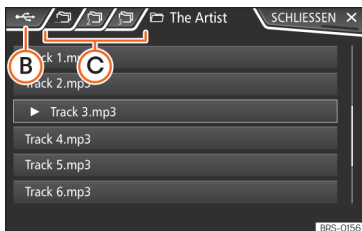

Abb. 208 Medien-Modus: Titelliste einer Medienquelle.
- Im Hauptmenü *MEDIEN* die Funktionsfläche **AUSWAHL** » **Abb. 205** antippen, um die Titelliste zu öffnen. Der aktuell gespielte Titel ist hervorgehoben » **Abb. 208**.